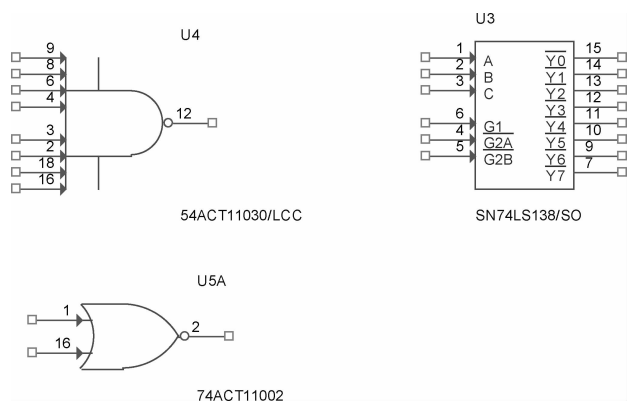

图 6-256 新建页 Addressing 上摆放元件
1) 在项目管理器中双击图页 “Addressing”，进入原理图编辑环境，按照前面讲解的方法摆放元器件，如图 6-256 所示。